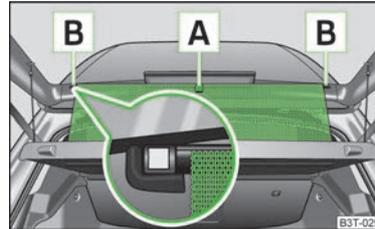

Abb. 45
- Das Sonnenschutzrollo am Griff **A** » Abb. 45 herausziehen und in die magnetischen Halter **B** einhängen.